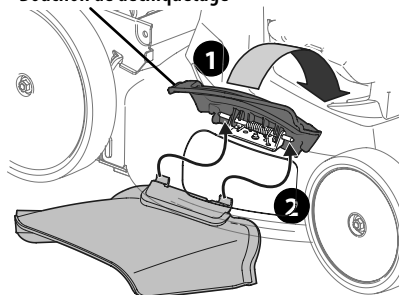

Figure 9
- Relevez le bouchon de déchiquetage qui se trouve sur le côté droit de la tondeuse. (Figure 9).